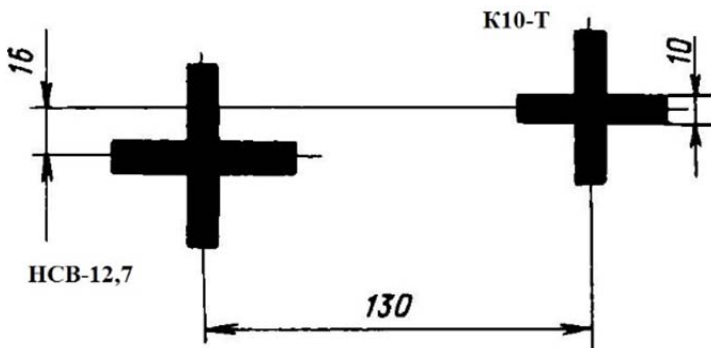

Рис. 2.24. Выверочная мишень на 25 м для НСВ-12,7
– установить мишень (рис. 2.24) на дальность 25 м от дульного среза пушки;
- установить мишень (см. рис. 2.24) на расстоянии 25 м от дульного среза пушки;